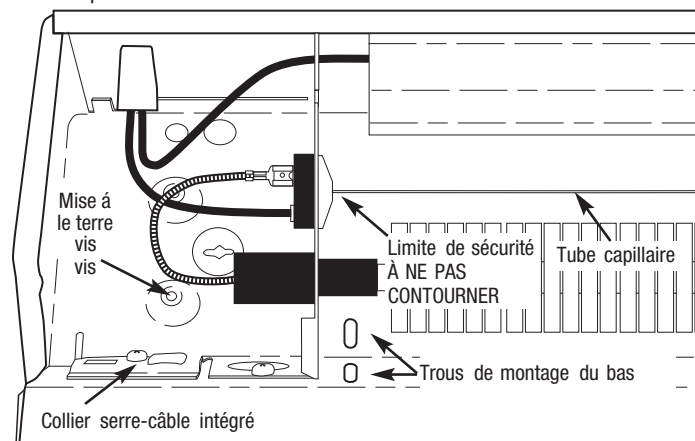

Figure 4 : Vue du compartiment de câblage du côté gauche
10. Au montage du radiateur, si les trous de montage inférieurs ne sont pas utilisés (Voir la Figure 4), assurez-vous que des vis n'endommagent pas le câblage d'alimentation dans la zone derrière le radiateur.
11. N'enlevez pas et ne contournez pas le contrôle de limite de sécurité car cela pourrait faire du radiateur un risque de départ d'incendie – consultez la figure 4.
5. Desserrez la vis du collier serre-câble (Figure 4) ou ouvrez le trou à enfoncer voulu du compartiment de câblage du radiateur. Installez câble d'alimentation électrique dans le compartiment de câblage en laissant au moins 6 pouces (153 mm) de câble pour le au radiateur. Pour installer deux câbles d'alimentation en utilisant le collier serre-câble intégré, courbez vers le haut la patte couvrant le deuxième trou et ramenez-la vers la cloison arrière du de câblage. Si un serre-câble intégré n'est pas utilisé, installez une retenue de câble approuvée (non incluse) dans le trou à enfoncer choisi.
**REMARQUE:** Des perforations marquées d'une croix pour le montage sont fournies à l'arrière du carter de radiateur au-dessus de l'élément de chauffe aux emplacements pour vis de montage (Voir la Figure 4).
6. Positionnez le radiateur à l'emplacement voulu et fixez-le au mur avec des vis à bois ou de la visserie appropriée. Localisez les poteaux muraux et si possible fixez les vis dedans. Pour des radiateurs jusqu'à 6 pieds (1,8 m) de long, une vis à chaque extrémité est adéquate. Pour des unités plus longues, une vis supplémentaire au centre est nécessaire. Serrez ces vis, puis desserrez-les d'un quart de tour pour permettre au radiateur de se dilater et de se contracter pendant son utilisation. Si l'unité est montée au-dessus du sol, deux trous de montage additionnels sont fournis à chaque extrémité sous l'élément de chauffe (Voir la Figure 4). Installez une vis supplémentaire à chaque extrémité pour la stabilité, en vous assurant de les dévisser chacune d'au moins un quart de tour.
5. Un contrôle de limite de sécurité est fourni pour couper automatiquement le radiateur s'il est obstrué ou chauffe trop pour toute raison, du fait de conditions anormales (Voir les Figures 4 et 5). NE contournez PAS ou ne désactivez pas ce dispositif de sécurité (Voyez l'avertissement 11 en page 2). Durant un fonctionnement normal ce dispositif de contrôle ne doit pas s'activer. Si vous constatez que de contrôle s'active, assurez-vous que le radiateur n'est pas obstrué. Si le radiateur continue d'être coupé en chauffant, débranchez son alimentation et faites-le vérifier et réparer par un électricien qualifié.